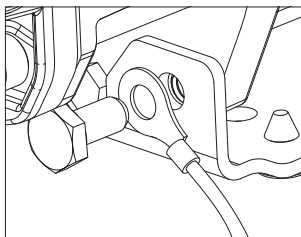

Figure 3
1. Enlevez une des vis à tête hexagonale 1/4-20 x 1/2 po et installez la cosse à anneau du fil de mise à la terre (voir figure 3).